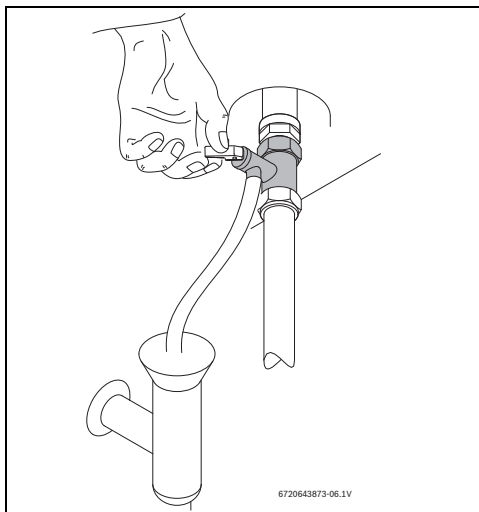

Fig. 15 Accionamento manual da válvula de segurança
- ▶ Abrir a válvula de segurança (Fig. 15).
- ▶ Abrir manualmente a válvula de segurança pelo menos uma vez por mês (→ Fig. 15).